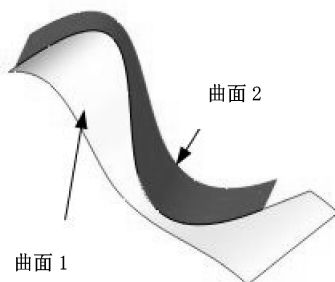

图 4-79 选择曲面 2
- 03 选中【保留选择】单选按钮，并激活【保留的部分】收集框，选择曲面 2，如图 4-79 所示。